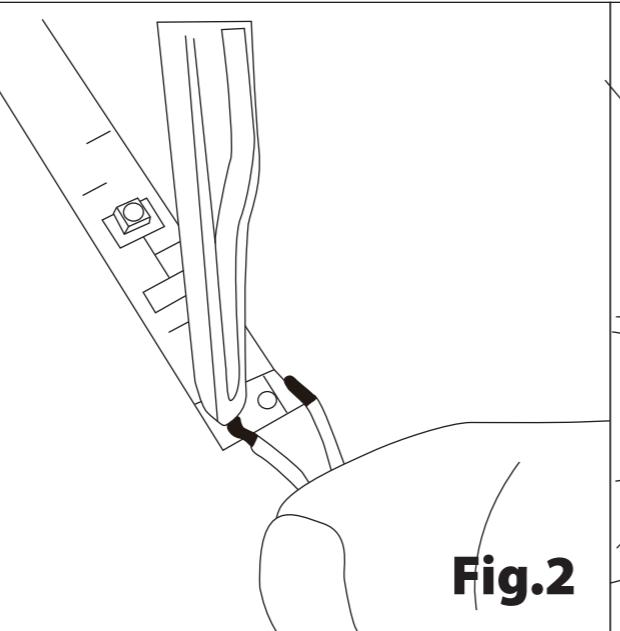

Fig.2
b. Stick la supply wires to the place shown on tape (fig. 2).
b. Collez les cordons d'alimentation à l'endroit indiqué sur la bande (fig. 2).
b. Coloque los cables de alimentación en el lugar indicado en la tira (fig. 2).